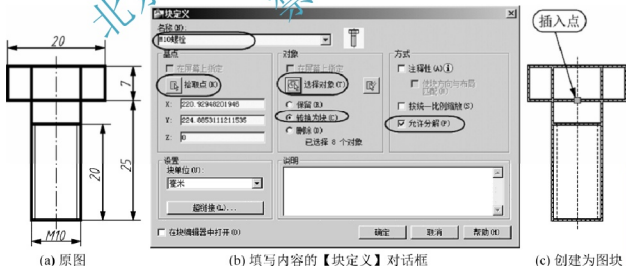

图 7-2 创建图块过程
按图 7-2(a)所示尺寸绘制六角头螺栓，使用 BLOCK 命令将其制作成图块，块名为“M10 螺栓”。
(1) 绘制图形：过程略。
(2) 使用【BLOCK】命令，制作图块。
① 命令行输入 BLOCK 或 B，回车，弹出如图 7-2(b)所示【块定义】对话框，在【名称】列表框内填写“M10 螺栓”；
② 单击【拾取点】按钮，返回绘图界面，拾取螺栓头中点为块插入点，如图 7-2(c)所示；
③ 单击【选择对象】按钮，选择已经绘制的螺栓图形，回车，返回对话框，选择【转换为块】单选框；
④ 单击【允许分解】复选框，并按【确定】按钮，结束命令。
结果如图 7-2(c)所示，所选图形变成一个整体。